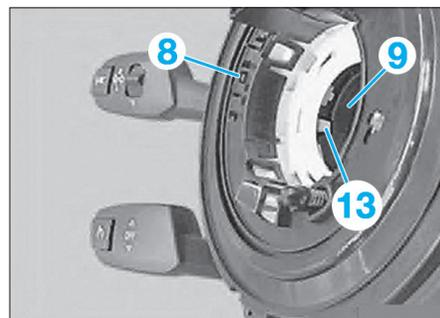

Fig. 11
- Mettre en place le contacteur tournant (8) de façon à ce que le guide (13) coulisse exactement dans l'encoche correspondante du support des comodos (9) (Fig.11).